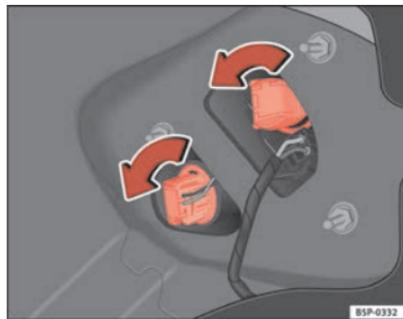

Fig. 186 Luci sulla carrozzeria
- Girare il portalampade in senso antiorario ⇒ fig. 186.